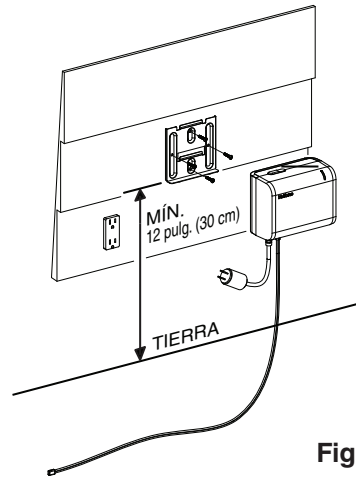

Fig. 2
3. Atornille la placa a la pared a través de cuatro orificios, usando los tornillos para madera M4 x 14 mm suministrados. (Fig. 2)